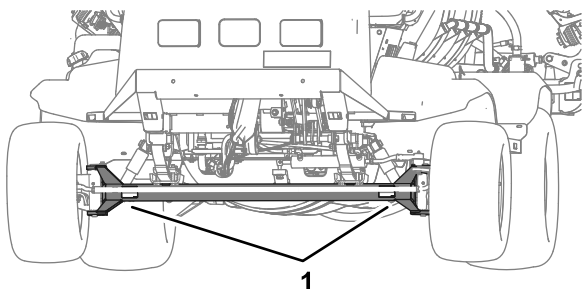
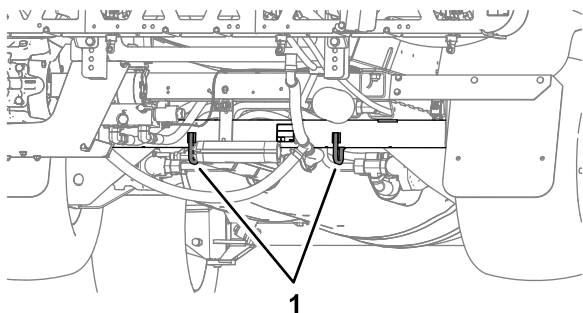

図 53
図 54
- 本機をトラックなどに載せて確実に固定する 図 53と 図 54に示すロープ掛けポイントを利用する。